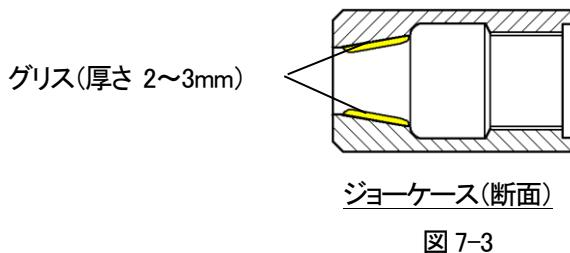

図 7-3
- ⑤ジョーケースの内側(ジョーと接する面)にグリスを充分に塗布して組み付けてください。(図 7-3 参照)